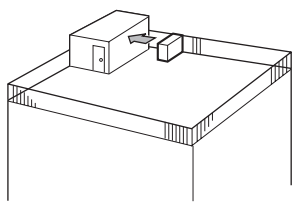

Fig. 2-3
- ① Coloque la salida de aire de frente a la pared más próxima a una distancia de unos 500 mm, 19-11/16 pulgadas de ella. (Fig. 2-3)